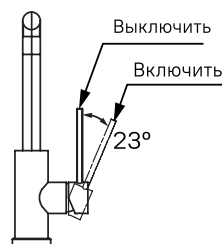

Рис. 6
- Включение / выключение холодной и горячей воды: ручка направлена под углом и регулируется вперед/назад (рис. 6).